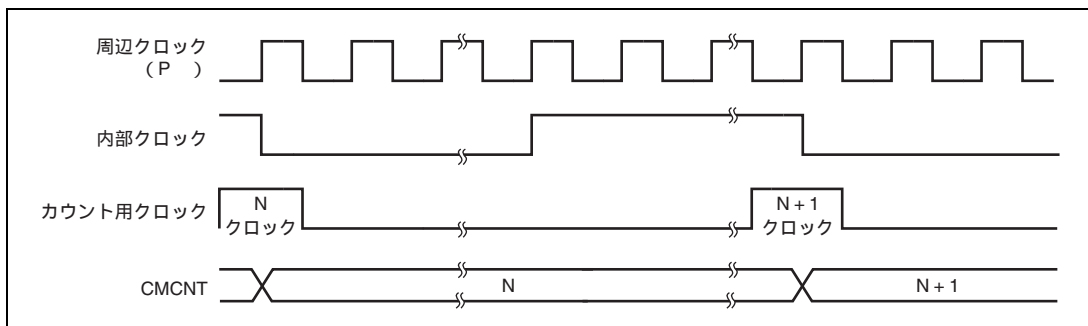

図 12.3 カウントタイミング
周辺クロック (P) を分周して得られた 4 種類のクロック (P /8、P /32、P /128、P /512) のうち 1 つを CMCSR の CKS[1:0]ビットにより選択することができます。図 12.3 にそのタイミングを示します。